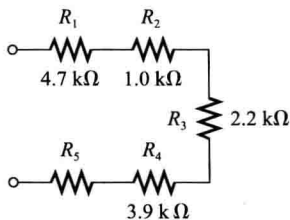

图 4-69 习题 10 图
10. 图 4-69 的总电阻为 $20\text{k}\Omega$ ，试问 R_5 的值是多少?